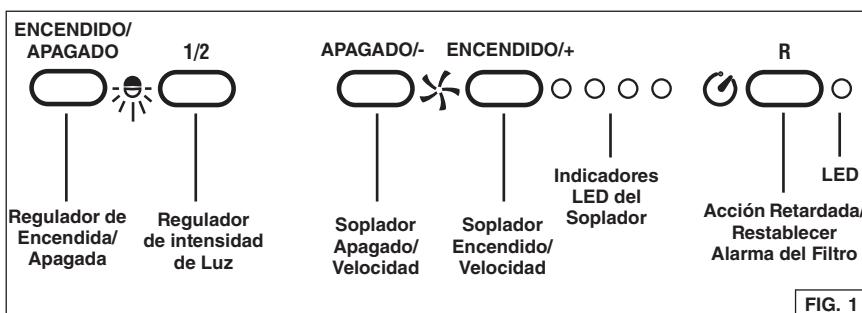

FIG. 1
La campana se hace funcionar con los (5) pulsadores ubicados en el borde delantero de la campana. Fig. 1.